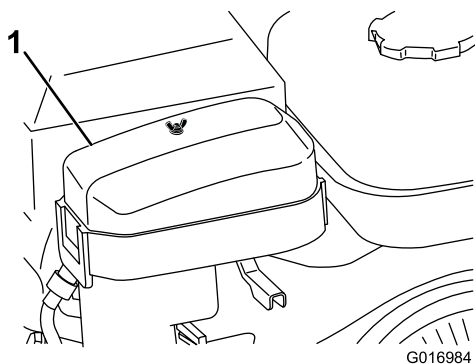

Figura 28
- Retire las tuercas de orejeta que sujetan la tapa del limpiador de aire al limpiador de aire y retire la tapa (Figura 28).